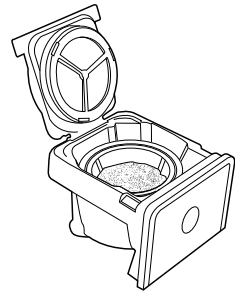

Figura 5
3. Añada la cantidad de café deseada y sacúdala suavemente para nivelar el café. Vea la “Tabla de medidas de café sugeridas” (Figura 5).